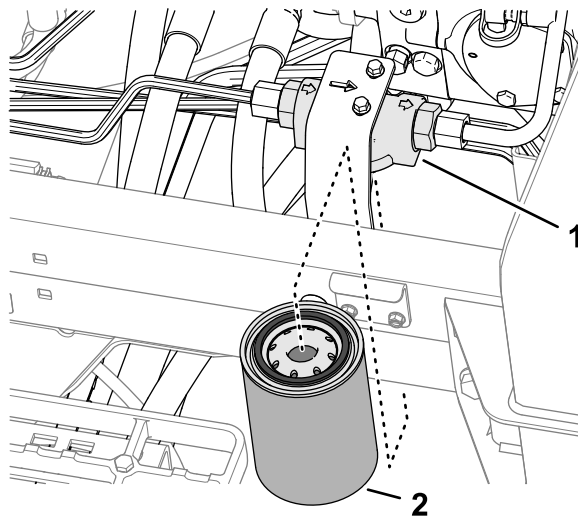

Рисунок 103
3. С левой стороны машины поставьте сливной поддон под фильтр линии нагнетания (Рисунок 103).